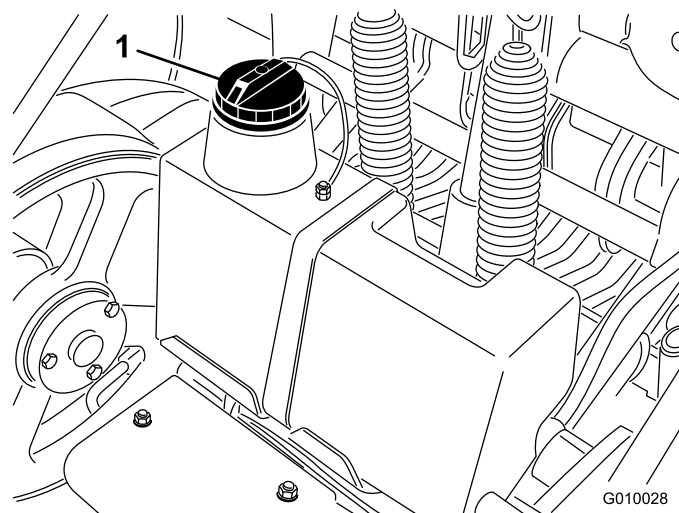

図 18
3. 油圧オイルタンクの注油口周辺をきれいに拭き、キャップ（図 18）を外す。給油口からキャップを取る。